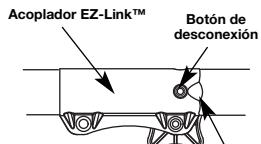

Fig. 11
- NOTA:** La alineación del botón de desconexión con el hueco de guía facilitará la instalación (Fig. 11).